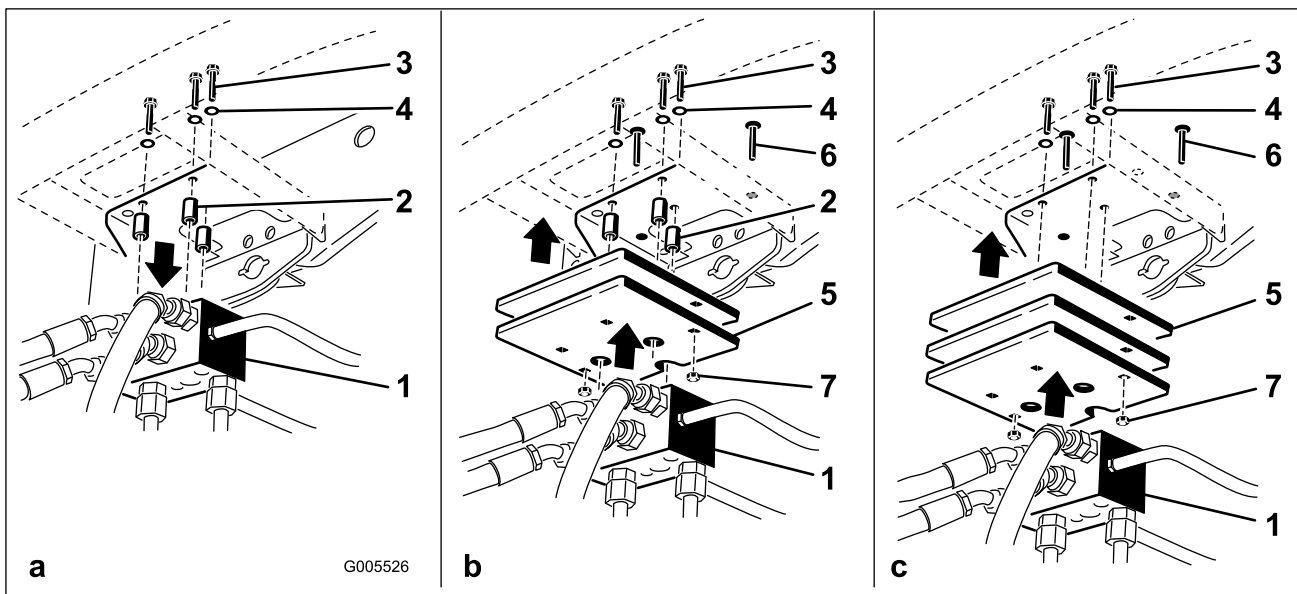

Рисунок 33
Установите необходимое количество грузов (см. таблицу грузов) в верхней или нижней части заднего бампера, как показано на Рисунок 33.
- Отверните три болта и снимите шайбы с проставками, которые крепят коллектор тяги к нижней части заднего бампера (Рисунок 33а).
- Установите груз(ы) и коллектор тяги на бампер с помощью ранее снятых трех болтов, шайб и проставок (Рисунок 33б).
**Примечание:** Не используйте проставки при установке более двух грузов **под** бампером (Рисунок 33в).
- Прикрепите наружные края груза(ов) к бамперу с помощью двух каретных болтов и гаек (Рисунок 33в).